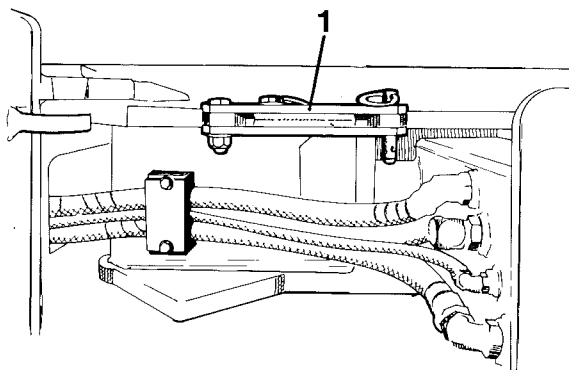

Fig 23
Glöm inte att återsätta låsanordningen (1), fig 23, innan dieselmotorn startas.